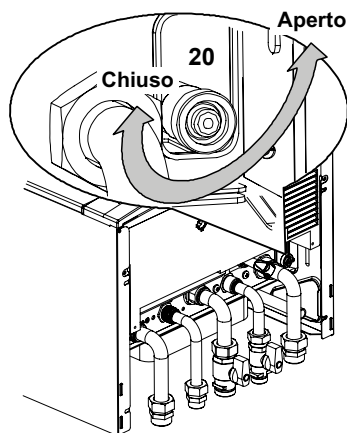

Figura 9.4
- Allentare il rubinetto di svuotamento caldaia 20 indicato in Figura 9.4.